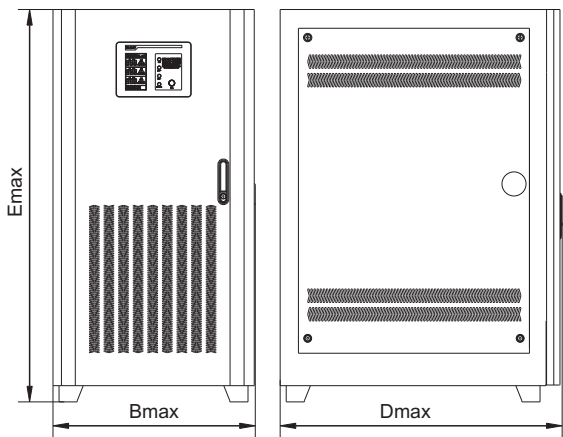

图1 产品外形
**5.4** 稳压器的工作原理图见附录1电气原理图1。
6.1 产品外形见图1